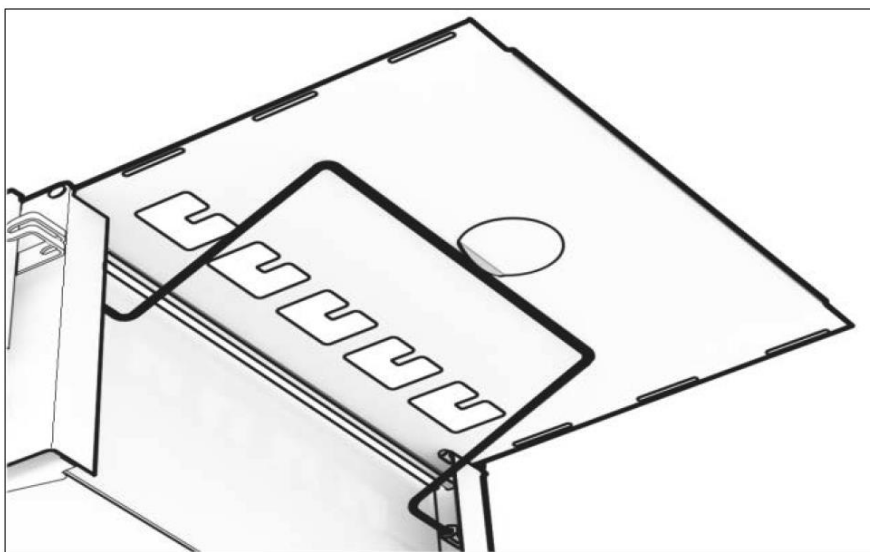

Рисунок 8.
- экраны могут трансформироваться в откидные столики (см. рис.8);
Внешние экраны можно превратить в столики. Для этого нужно установить экран горизонтально и подпереть поворотной рамкой (рис. 8).